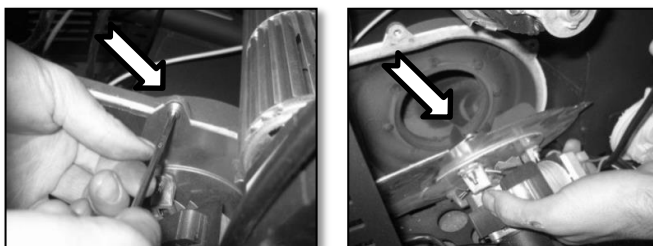
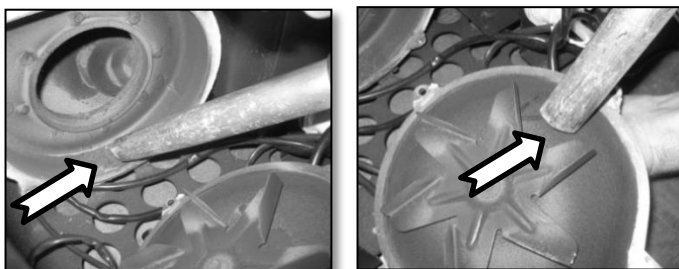

Figura 41 - Retirar os parafusos e retirar o extrator
Figura 42 - Limpeza do extrator
- Se verificar que a extração dos fumos não é realizada nas melhores condições, aconselhamos a limpeza do extrator, aspirando no interior como se pode ver na Figura 41 e na Figura 42. Em qualquer caso, recomenda-se realizar esta operação pelo menos uma vez por ano.